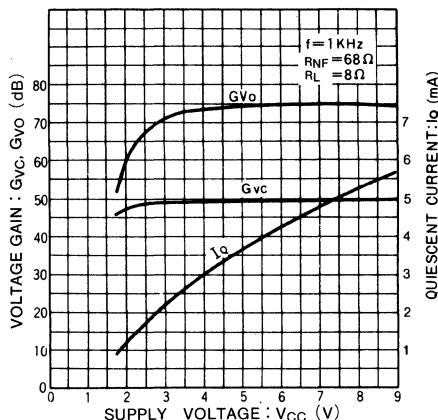

Fig. 1 無信号時電流—電源電圧特性
- 2) Excellent low-voltage characteristics (starting voltage < 2V) (See Fig. 1).